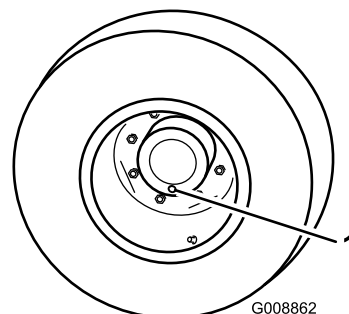

Bild 62
1. Stellen Sie die Maschine auf einer ebenen Fläche ab und positionieren Sie das Rad so, dass sich eine der Prüfschrauben in der untersten Stellung (6 Uhr) befindet (Bild 62).